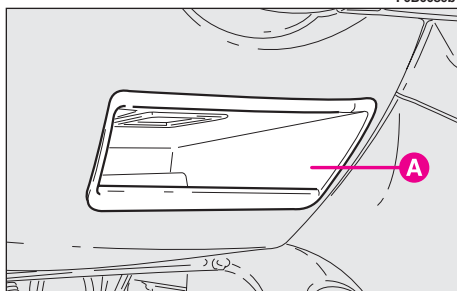

fig. 124
– vano aperto **A-fig. 124** per alloggiamento documentazione di bordo ubicato sotto il volante;